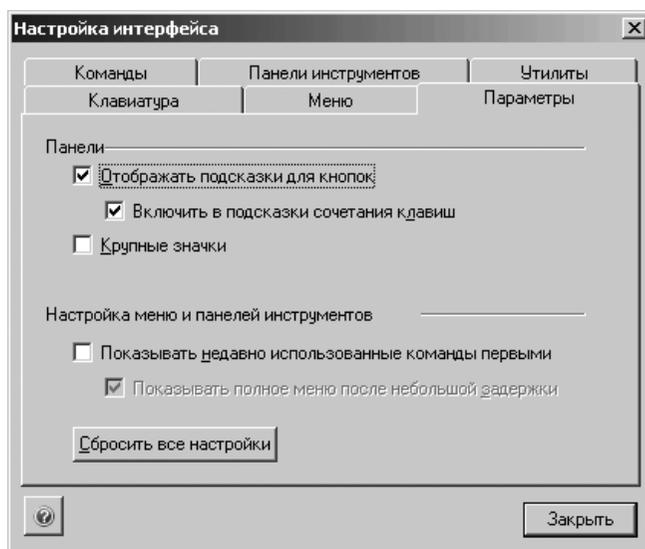

Рис. 9.54. Диалоговое окно **Настройка интерфейса** с открытой вкладкой **Панели**
- щелкните в диалоговом окне **Настройка интерфейса** по нужной вам вкладке, например, **Параметры**. Откроется вкладка **Параметры** (рис. 9.54);
- щелкните в диалоговом окне **Настройка интерфейса** по вкладке **Параметры**. Откроется вкладка **Параметры** (см. рис. 9.54);